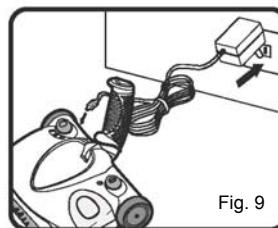

Fig. 9
1. Conecte el enchufe del cargador en el conector o agujero de la parte posterior de la barredora. Enchufe el cargador en un tomacorriente. (120V, 60Hz). Use únicamente el cargador TechWorld AD-1215-U8 (Fig. 9)